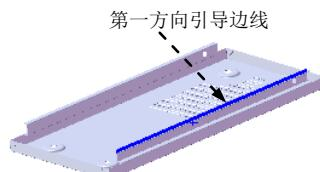

图 17.9.58 阵列引导边线
(3) 定义阵列参数。单击**方向 1**区域中 \triangleleft 后文本框，选取图 17.9.58 所示的边线为第一方向引导边线。在 Δ 文本框中输入数值 80.0；在 $\cdot\#$ 文本框中输入数值 5。
(4) 单击 \checkmark 按钮，完成阵列（线性）1 的创建。